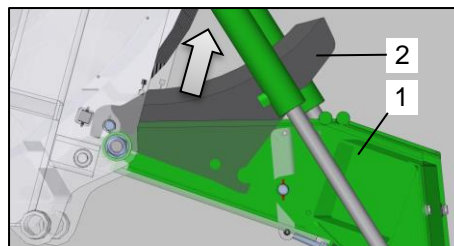

Bild 124: Vorbereitung
- die Zwischenräume zwischen den Messern (Bild 124 / Pos.1),
- die Zwischenräume zwischen Messerhaltern (Bild 124 / Pos.2),
- den Bereich der Messerführung (Bild 124 / Pos.3).